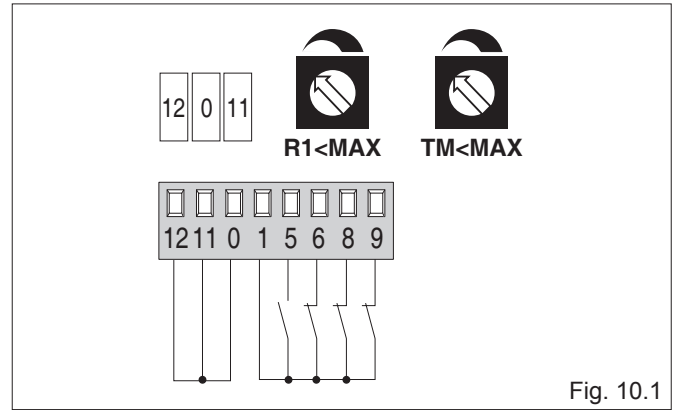

Fig. 10.1
- (Fig. 10.1) L'anta si ferma sulle battute meccaniche e sugli ostacoli.